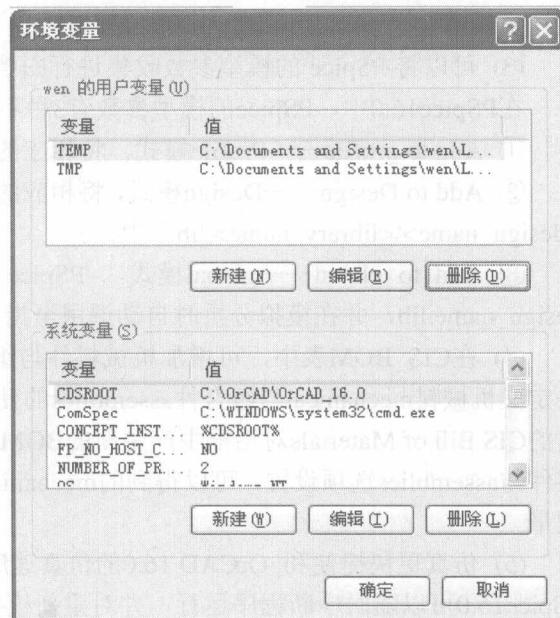

图 1.2.18 环境变量对话框
- ② 单击“环境变量”按钮，弹出如图 1.2.18 所示环境变量对话框。